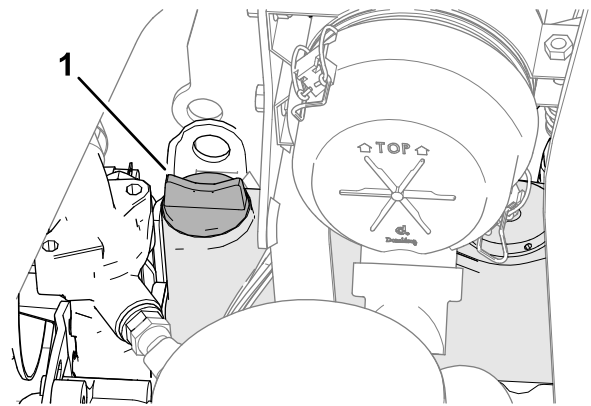

Figure 64
5. Si le niveau est bas, retirez le bouchon de remplissage (Figure 64) et versez progressivement de petites quantités d'huile, en vérifiant fréquemment le niveau, jusqu'à ce que l'huile atteigne le repère maximum sur la jauge.